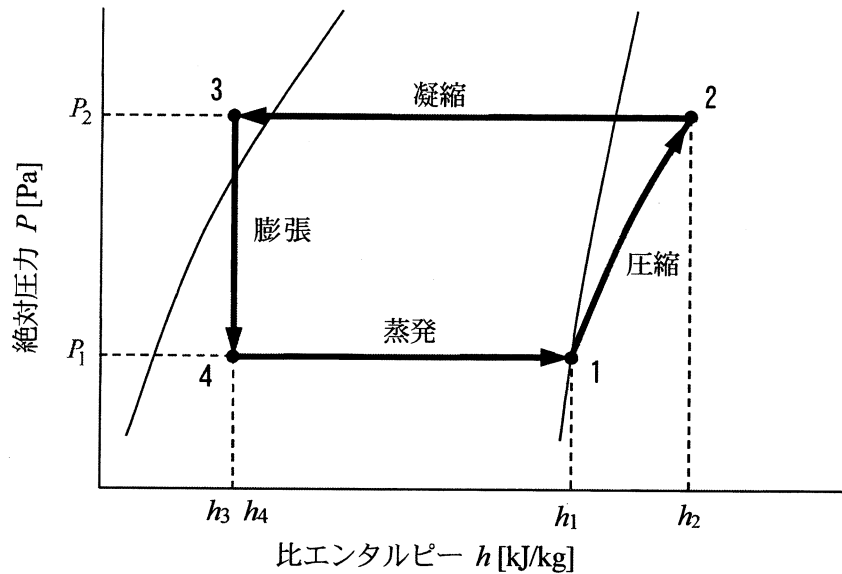

図3 $P-h$ 線図上の蒸気圧縮冷凍機の冷凍サイクル
- (2) 図3は、 $P-h$ 線図（モリエ線図）上の蒸気圧縮冷凍機の冷凍サイクルで、冷媒の絶対圧力を対数目盛で縦軸に、比エンタルピーを横軸として、圧縮→凝縮→膨張→蒸発のサイクルを示したものである。ここで、1～4は冷媒の状態点を示す番号である。
- 1) 図3の冷凍サイクルのプロセスの中で、空調系統へ供給する冷房用の冷水を冷却するのは 7 プロセスである。
- 2) 冷凍機の性能を表す成績係数を ε_R とすると、 ε_R は図3の各点の比エンタルピーを用いて、式 $\varepsilon_R =$ 8 で表わされる。成績係数は、略して 9 と呼ばれている。
3) 図3のサイクルを、温熱を供給するヒートポンプとして使用する場合の成績係数について考える。1～4の各状態点の圧力と比エンタルピーの条件が同じであれば、ヒートポンプとしての成績係数は、冷凍機の成績係数 ε_R を用いて、10 と表すことができる。